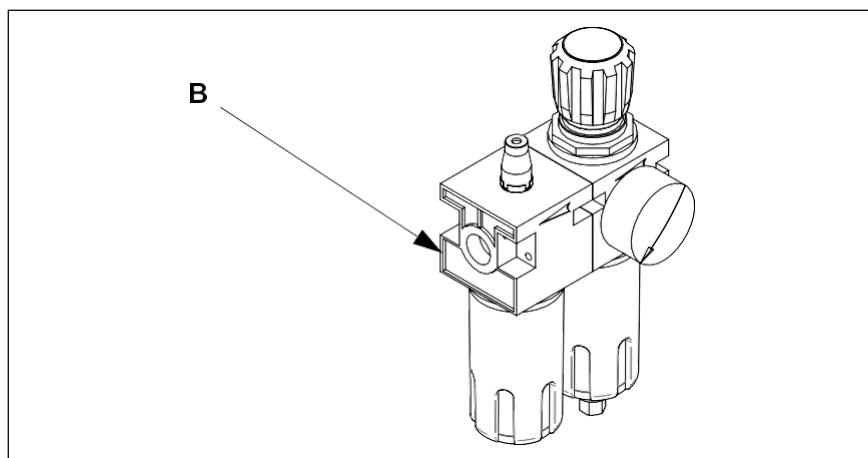

Fig. 7:
4. Conecte la unidad de mantenimiento de 1/2" (B, Fig. 7) en la entrada al armario de válvulas solenoide.